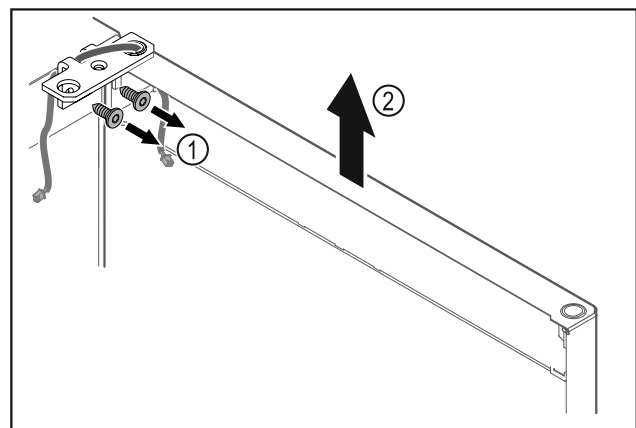

Fig. 15
- Scharnierhoek Fig. 15 (1) losschroeven.
- Deur inclusief scharnierhoek Fig. 15 (2) circa 200 mm recht omhoog tillen en verwijderen.